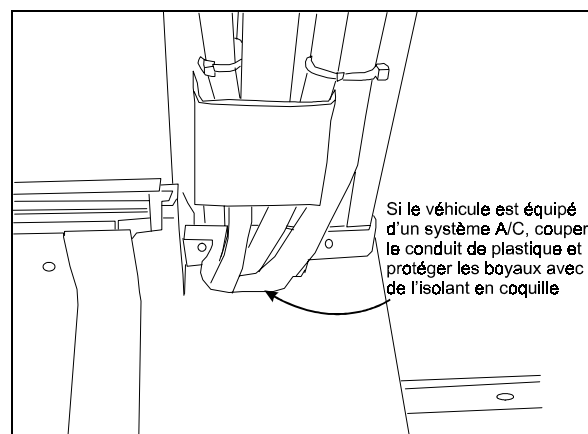

FIGURE 9
6. Le bout de conduit peut devoir être coupé si l'option A/C porte-colis est installée (voir la figure 9).